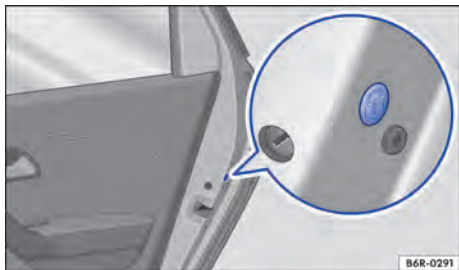

Fig. 47 En la puerta trasera: cierre de emergencia, cubierto por una junta de goma.
- Retirar el burlete de goma en la lateral de la puerta. El burlete está identificado por un candado 🔒 → fig. 47.